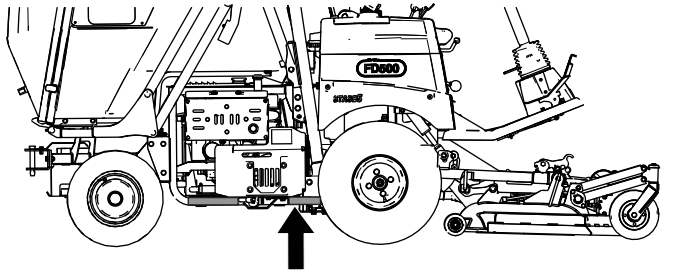
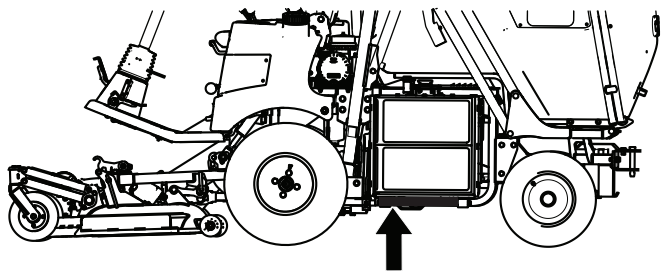

Figure 34
Figure 35
2. Placez un cric sous le tube de cadre (Figure 34 et Figure 35), juste sous le tube de l'arceau de sécurité, ou aussi près que possible.